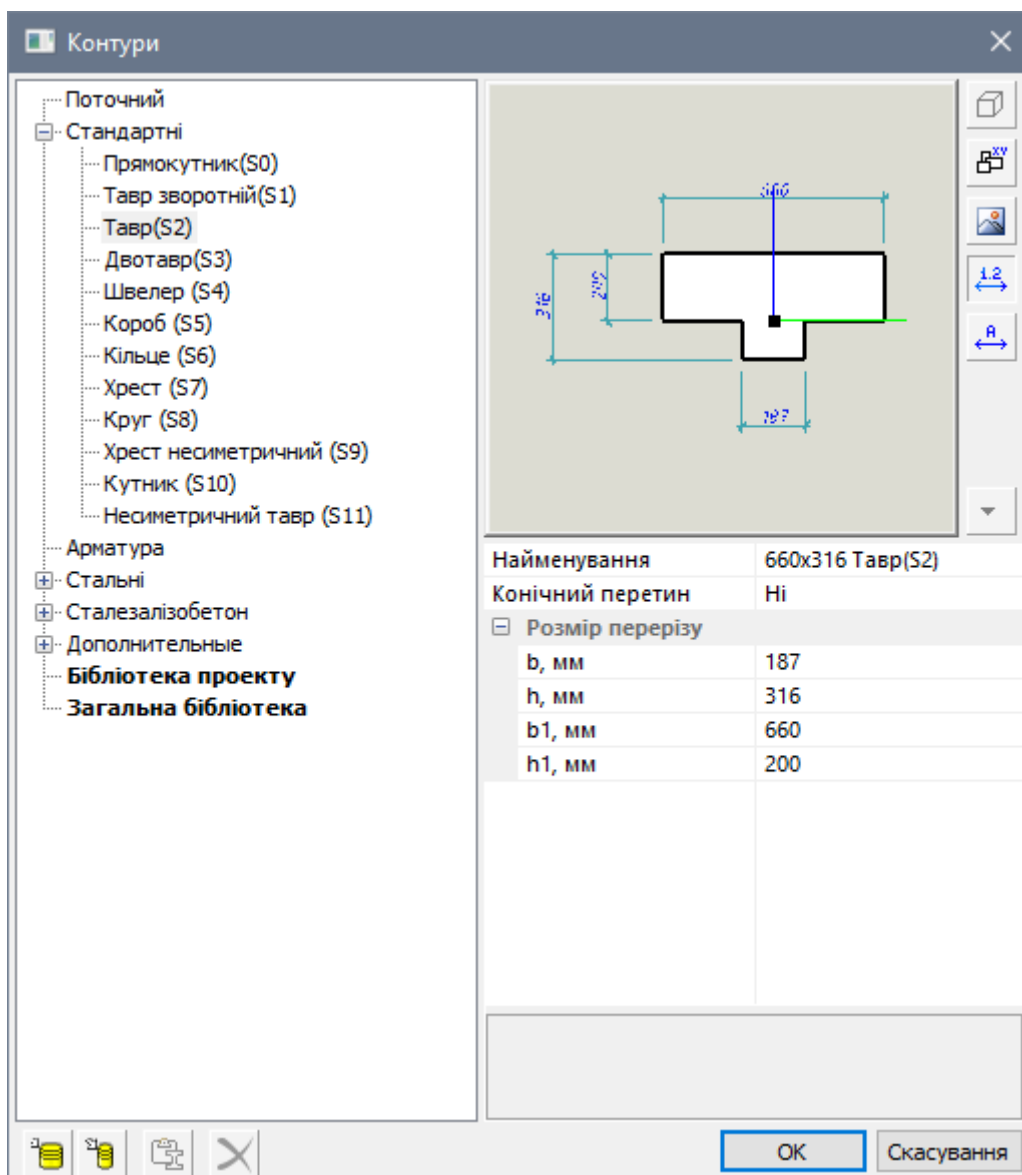

Рис. 26.3. Діалогове вікно Параметри перерізу
- Викличте діалогове вікно **Контури** (рис. 26.3) натисканням по кнопці  **Переріз** у рядку властивості інструменту **Створити переріз**.